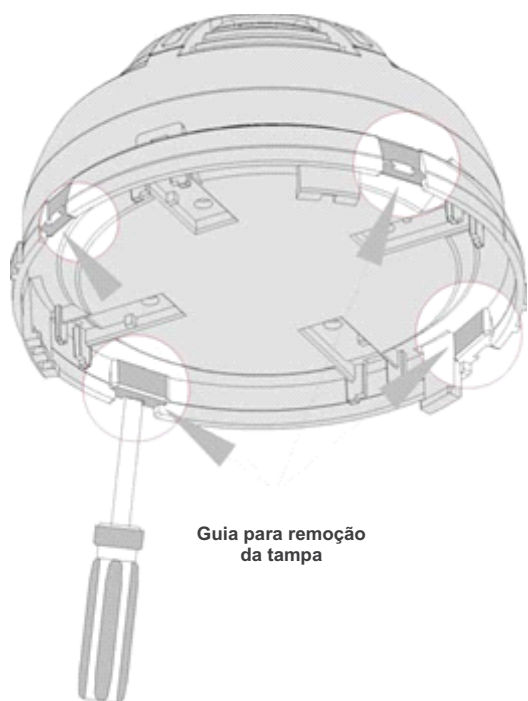

Figura 11
1. Remova a tampa do detector, desconectando as quatro guias laterais. Use uma chave de fenda e, em seguida, puxe a tampa da base. (Figura 11).